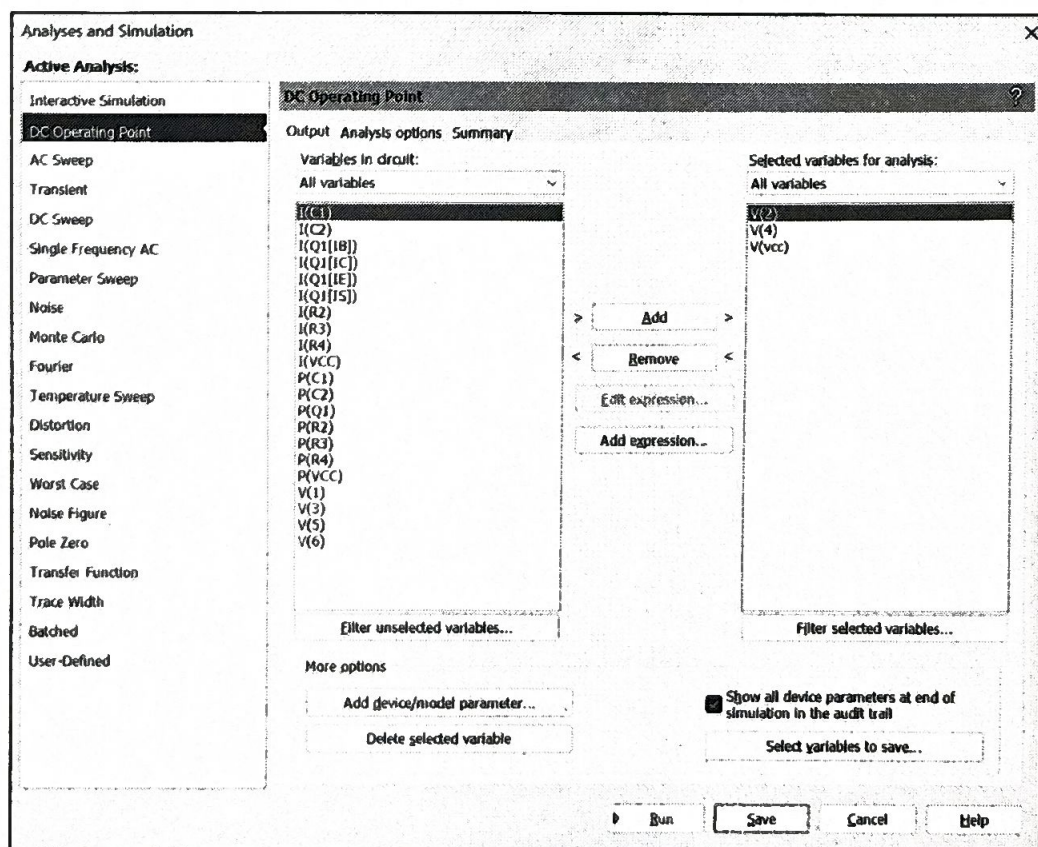

图 2-2 直流工作点分析对话框
1. 创建电路, 给电路中的全部元器件按图 2-2 要求标识, 设置参数, 如下图 2-3 所示。